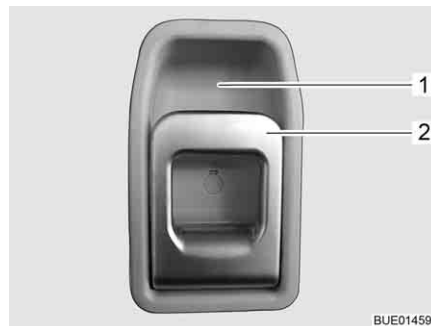

Bild 46 Dörrlås ingångsdörr, insida
- Drag i handtaget (Bild 46,2). Dörrlåset låses upp.
- Tryck handtagets (Bild 46,2) övre del i riktning mot greppkåpan (Bild 46,1).